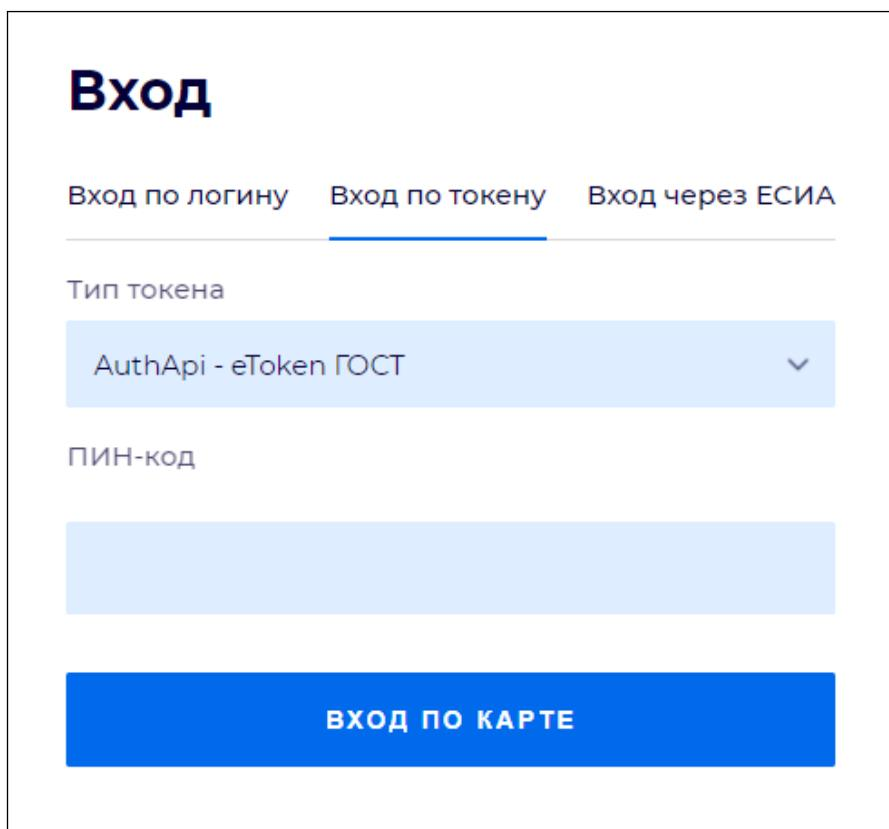

Рисунок 3 – Окно входа в систему по токену
- перейдите на вкладку "Вход по токену". Отобразится окно входа в систему по токену (рисунок 3);